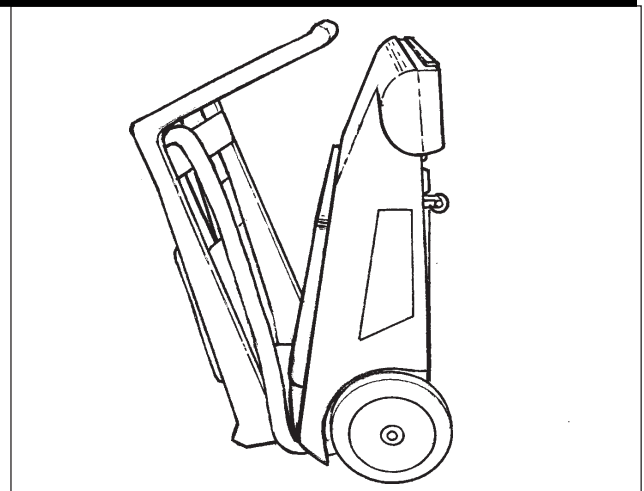

Figure 1
1. Si l'aspirateur est dans sa position verticale (figure 1), soulevez la poignée tout en soulevant l'aspirateur, puis abaissez lentement l'aspirateur au sol.